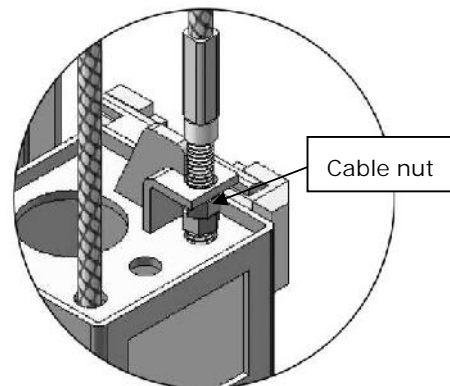

Fig. 43
1. Adjust Synchronous Cable (See Fig. 43)